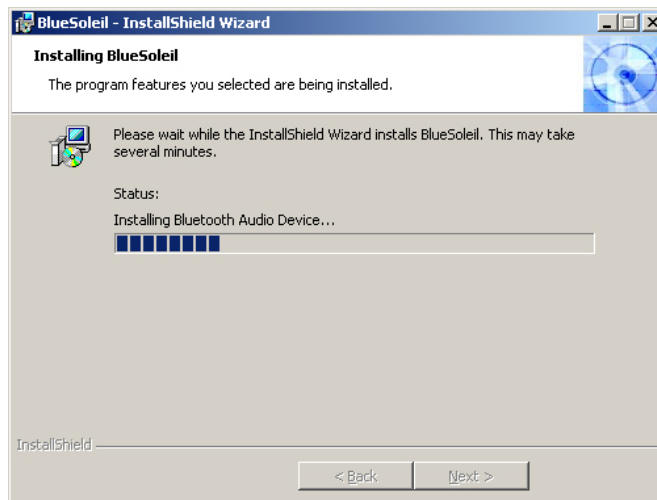

Abbildung 7-35: BT-Treiber Installationsfortschritt
Schritt 9: Klicken Sie auf **Install**, um mit der Installation fortzufahren. Der Installationsfortschritt wird durch den Fortschrittsbalken in **Abbildung 7-35** angezeigt.